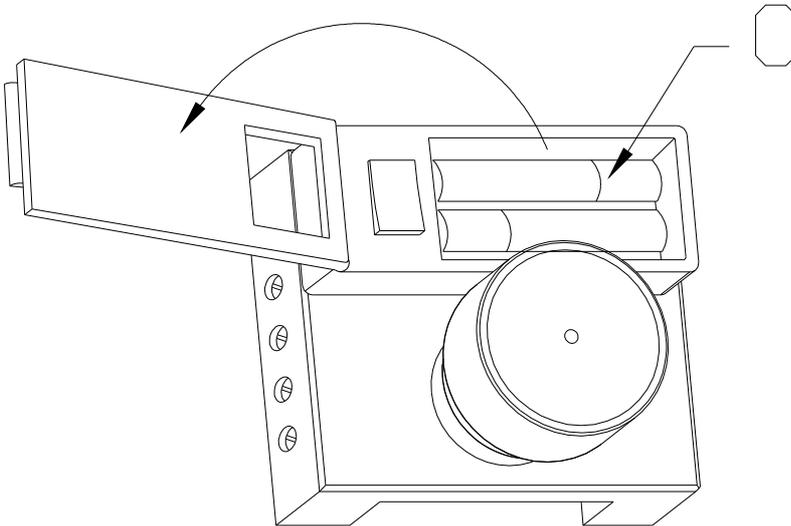

Figura 2
- Per raggiungere il vano batterie aprire l'apposito sportellino (vedi figura 2, dettaglio C).